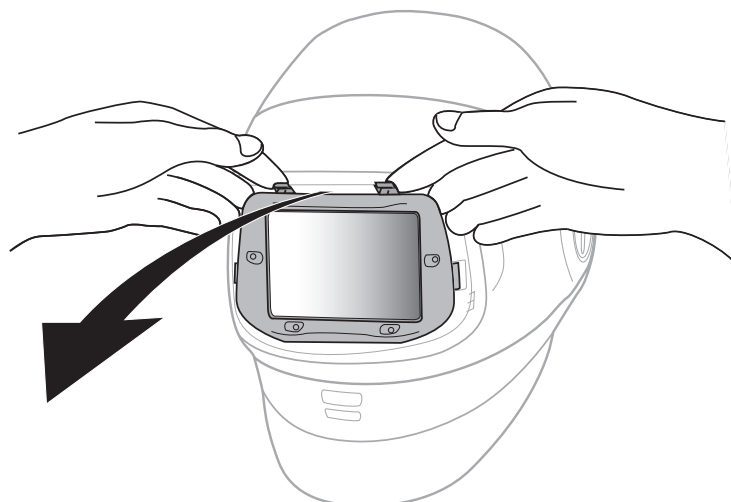

Fig. 21b
- b. Hay dos lengüetas pequeñas en la parte superior del filtro ADF. Presiona las lengüetas hacia abajo y saca el filtro ADF de la careta para soldar (Fig. 21b).